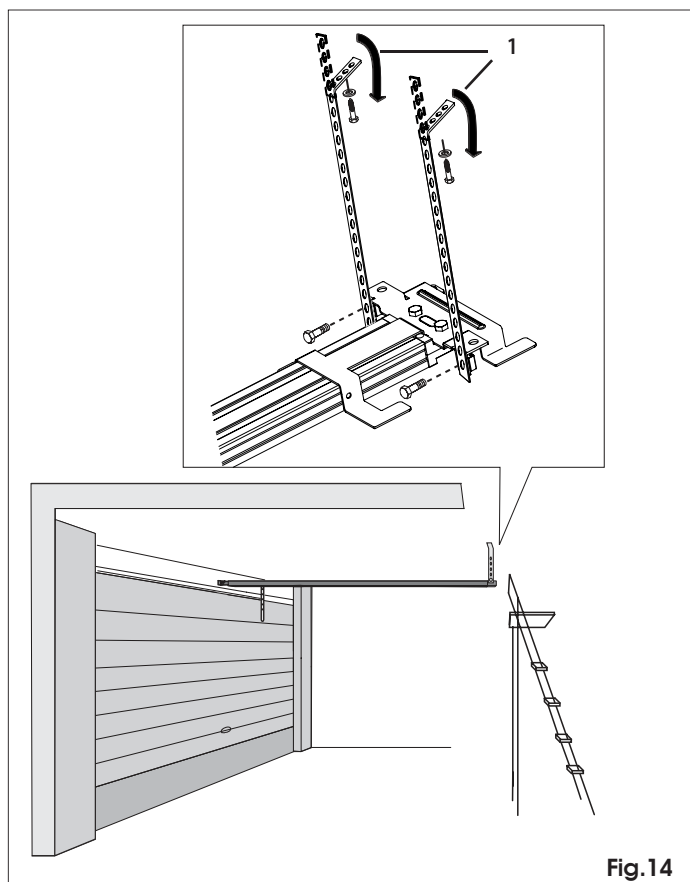
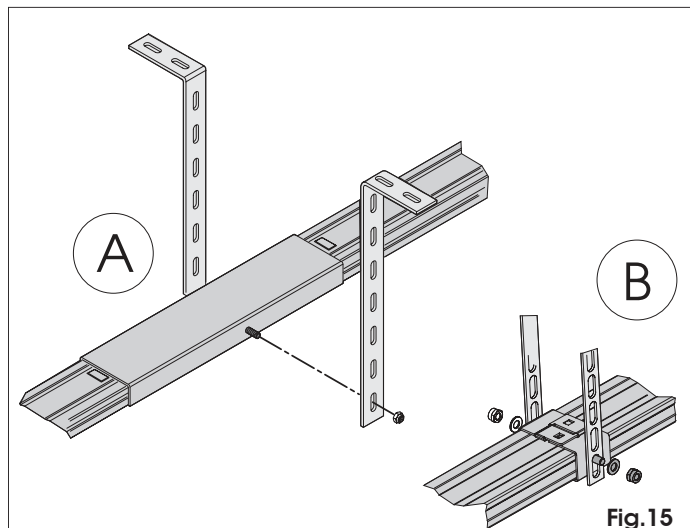

Fig. 14
Fig. 15
- 11) Zamontować wsporniki na tylnym mocowaniu i ponownie umieścić prowadnicę przesuwą (Rys. 14).
- 13) W przypadku stosowania dwuczęściowej prowadnicy z centralną złączką (Rys. 14 odn. A) lub środkowego wspornika dla pojedynczego toru (Rys. 14 odn. B - opcjonalnie), przymocować do sufitu za pomocą specjalnych wsporników i postępując jak określono w punktach 9, 10 i 12 (Rys. 15).